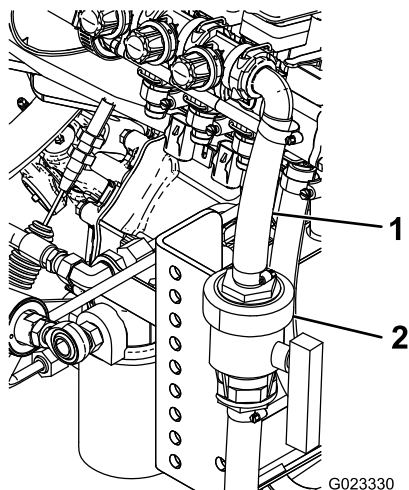

Figura 13
9. Collegate le 2 estremità del flessibile alla valvola del flessibile di alimentazione con 2 fascette stringitubo (Figura 13).